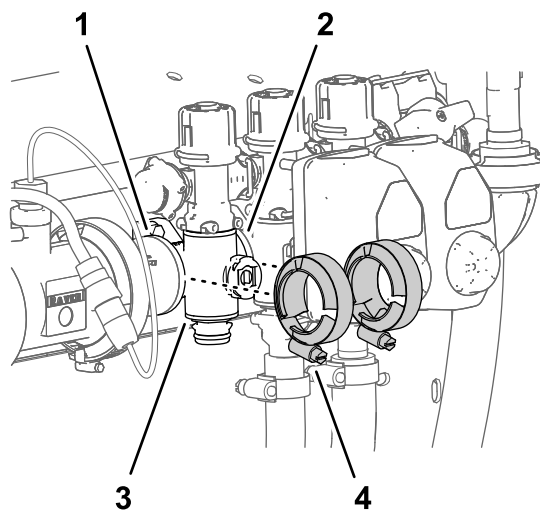

Рисунок 134
- Установите, не затягивая, фланцевые хомуты, снятые при выполнении действий, описанных в разделе Демонтаж коллекторного клапана секции \(страница 98\), на фланцы коллектора клапана секции и фланцы другого клапана секции (клапанов секций) и/или переходного соединителя (Рисунок 134).
7. Затяните 2 фланцевых хомута от руки (Рисунок 134).